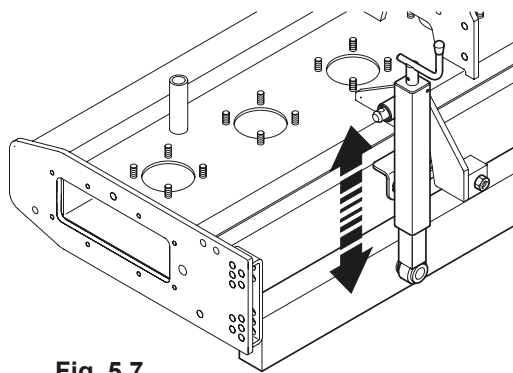
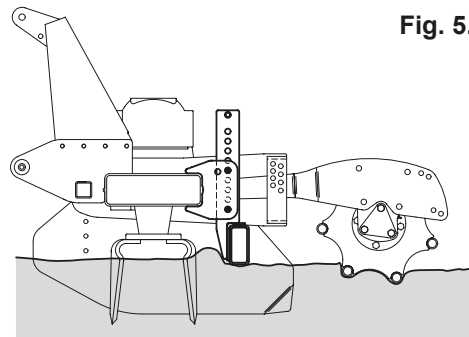
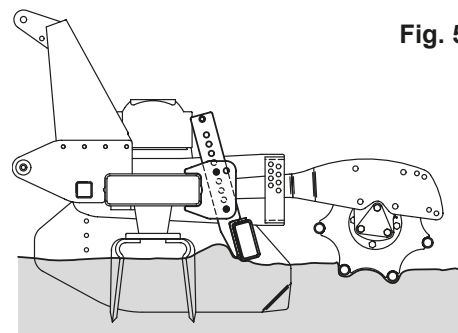

Fig. 5.7
Fig. 5.8
Fig. 5.9
La barra niveladora está montada detrás del bastidor de la máquina y nivela la superficie del terreno trabajado. En los modelos Go - Minigo y Ranger, está montada bajo pedido, para Energy, Maxi, es de serie. Para elevar o bajar la barra niveladora, actuar en los tornillos de manivela Fig.5.7; efectuar esta operación en ambos lados de la máquina. En los modelos Minigo y Go la barra se regula manualmente elevando o bajando los pernos (A) Fig.5.8 en el desplazamiento de un orificio comporta una variación en altura de la barra de 3 cm. Para obtener una mayor distancia de la barra desde el bastidor y una trituración menos enérgica del terreno, la barra puede inclinarse hacia delante Fig.5.9.